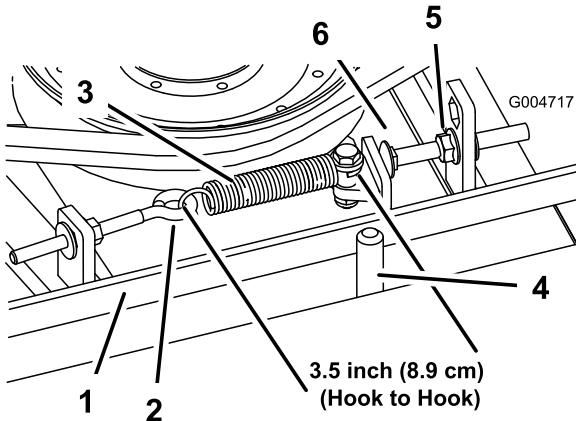

Figura 65
Quando la tensione è corretta, la molla di prolunga (da gancio a gancio) deve essere lunga circa 89 mm ± 6 mm (misura interna). Quando la tensione della molla è giusta, regolate il bullone di arresto (bullone a testa tonda) fino ad ottenere un gioco di 3 mm + 1,5/-0 mm tra la testa del bullone ed il braccio di rinvio (Figura 65).
Nota: Verificate che la cinghia si trovi dal lato molla del guidacinghia (Figura 65).
2. Allentate il bullone ad occhio per consentire la rimozione della molla di prolunga (Figura 65).
3. Allentate il dado flangiato che fissa il bullone di arresto alla linguetta di montaggio. Allentate il dado quanto basta per consentire al braccio di rinvio di oltrepassare il bullone di arresto (Figura 65). Allontanate la puleggia tendicinghia dalla cinghia in modo da allentare la tensione della cinghia.
8. Ricollegate la molla di prolunga (Figura 65) al bullone ad occhio e tendete la cinghia come segue: